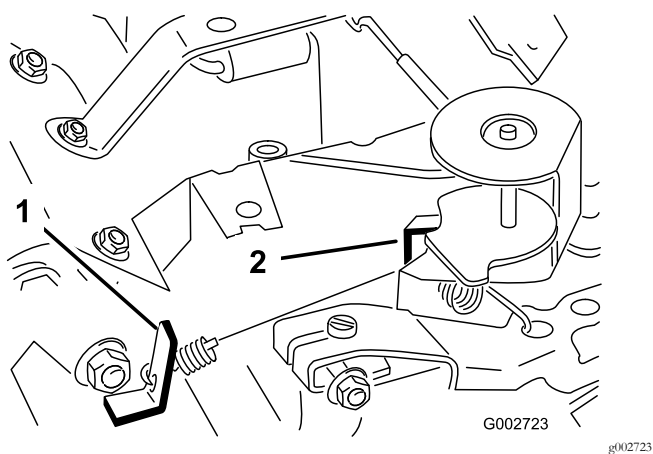

图39
3. 弯转调节怠速弹簧的锚板图39以达到 $1725 \pm 50\text{rpm}$ 的怠速。
6. 弯转高速弹簧锚板图39以达到 $3400 \pm 50\text{rpm}$ 的高速。